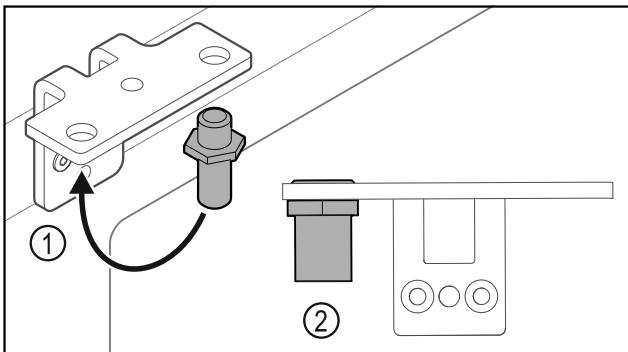

Fig. 27
- Pārlieci tapu Fig. 27 (1) lokāmajā kronšteinā.
- Pievelciet tapu Fig. 27 (2) ar **griezes momentu 12 Nm**.